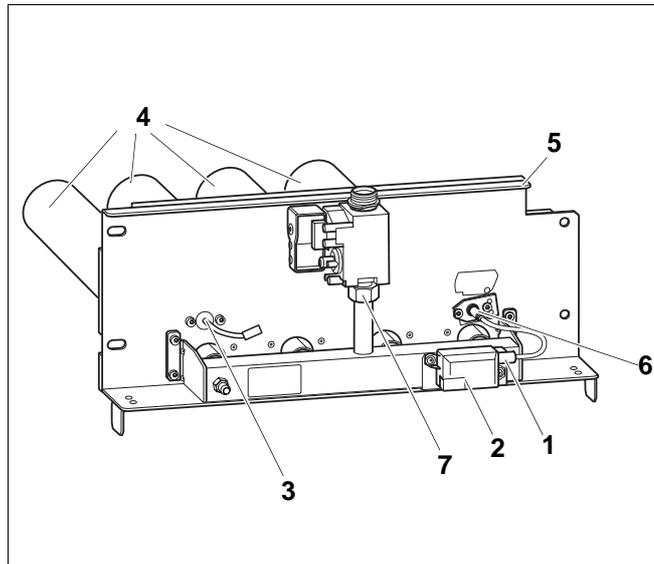

Abb. 41 Brenner reinigen
- Steckverbindung des Zündkabels (Abb. 41, **Pos. 1**) am Zündtrafo (Abb. 41, **Pos. 2**) lösen.
- Die beiden Schrauben an der Überwachungselektrode (Abb. 41, **Pos. 3**) lösen und Überwachungselektrode vorsichtig herausziehen.
- Die beiden Schrauben an der Zündelektrode (Abb. 41, **Pos. 6**) lösen und Zündelektrode vorsichtig herausziehen.
- Verschraubung der Gasarmatur (Abb. 41, **Pos. 7**) lösen und Gasarmatur abnehmen.
- Brennstäbe (Abb. 41, **Pos. 4**) in Wasser mit Reinigungsmittel tauchen und abbürsten.
Achten Sie darauf, dass der Wärmeschutz am Brennerschild (Abb. 41, **Pos. 5**) und der Zündtrafo (Abb. 41, **Pos. 2**) nicht nass werden. Schrauben Sie den Zündtrafo gegebenenfalls ab.